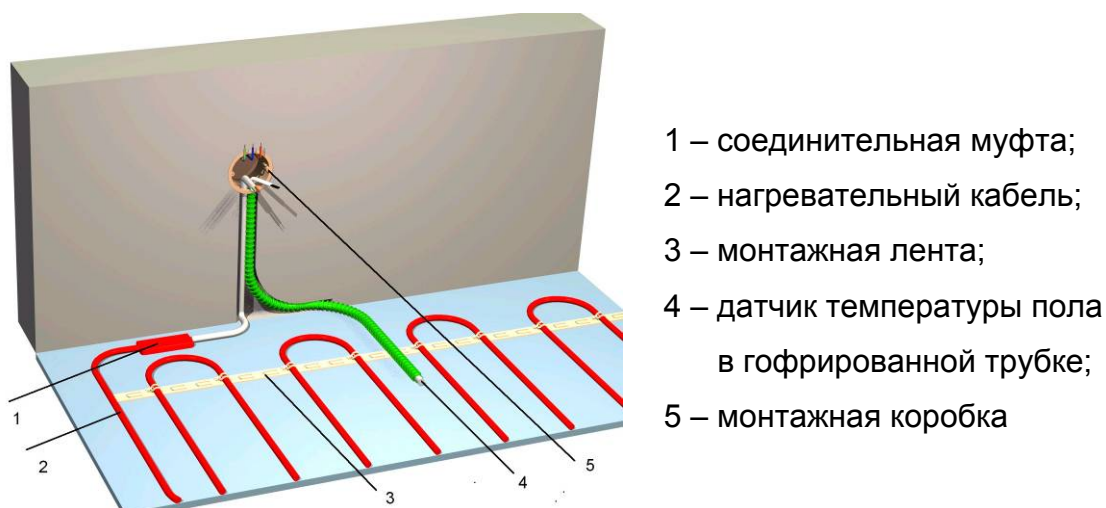

Рис. 3. Монтаж датчика температуры в системе “Теплый пол”.
- замену датчика через монтажную коробку. Переход монтажной трубки с пола на стену рекомендуется делать с помощью двух изгибов: один – в плоскости стены, другой – в плоскости пола (рис. 3). Минимальный радиус изгиба трубки – 50 мм. Трубка датчика крепится между линиями кабеля (с открытой стороны петли - не пересекая нагревательный кабель) на одном уровне с ним или немного выше. Расстояние датчика от края обогреваемой зоны должно быть 0,5 – 1 м.